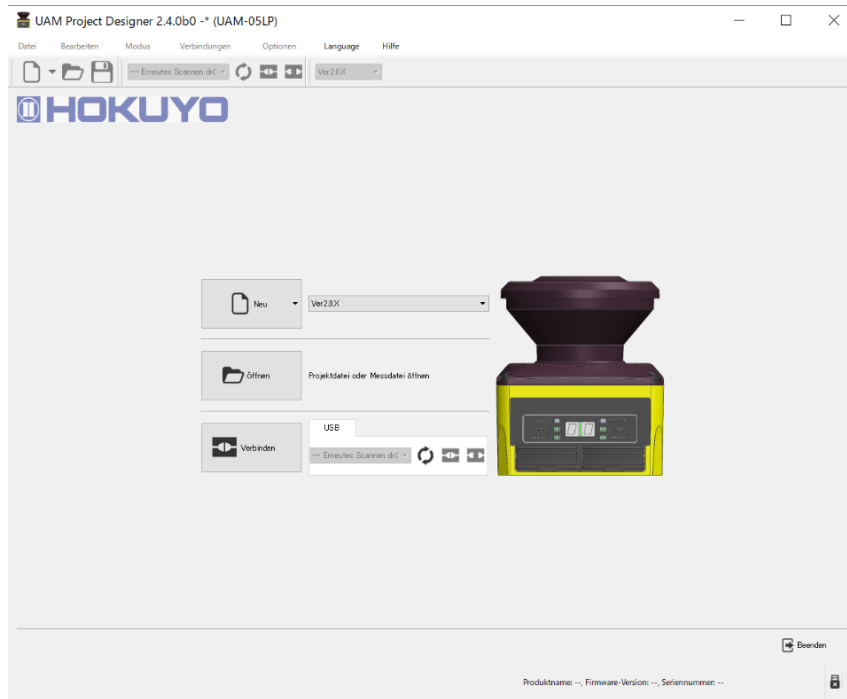

Abbildung 7-17 Hauptfenster
a) Das in Abbildung 7-17 dargestellte Hauptfenster wird beim Start von UAM-Projektdesigner angezeigt.